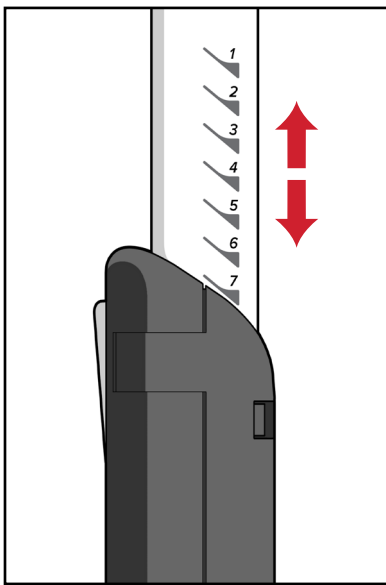

Fig. 7
1. Para el ajuste vertical, mientras mantiene pulsado la rueda de liberación, suba o baje el puente hasta la altura deseada. Verifique que la altura esté bloqueada en la posición indicada en el puente. (Fig. 7)